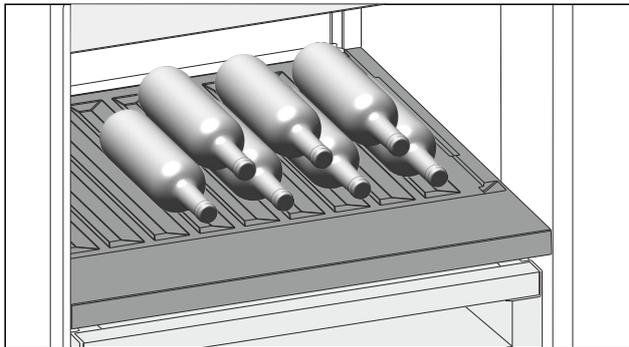

Fig. 85
- ▶ Flaschen mit dem Boden nach hinten zur Rückwand einlegen. (siehe Fig. 85)